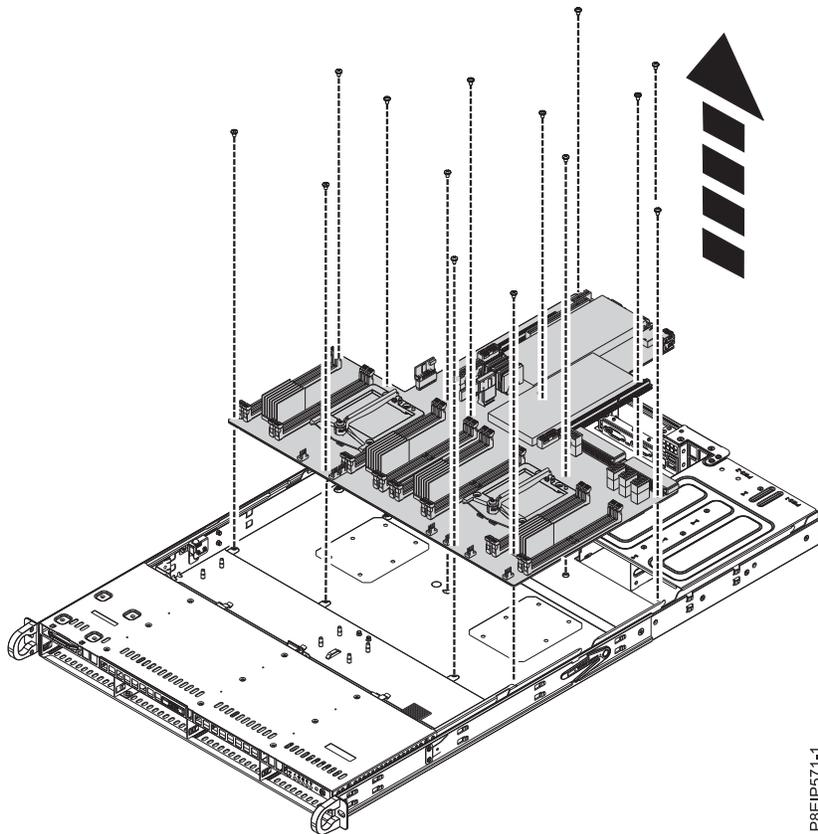

Abbildung 33. Systemrückwandplatine herausheben
12. Legen Sie die Kabel an der Vorderseite aus dem Weg und schieben Sie die Systemrückwandplatte, während Sie das Kühlblech des Prozessors vorsichtig halten, leicht zur Vorderseite und nach oben, um sie auszubauen. Siehe Abb. 33 auf Seite 35.